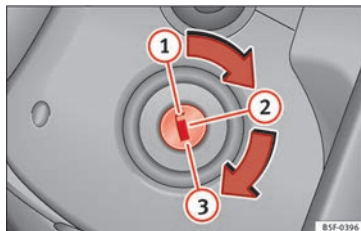

Fig. 156 Posiciones de la llave de contacto.
En esta posición » » » fig. 156 el encendido y el motor están desconectados, pudiéndose bloquear la dirección.
- Gire la llave de contacto hasta la posición » » » fig. 156 ②. El testigo ⚡ se encenderá en caso de precalentamiento del motor.
- En cuanto se apague el testigo, gire la llave de encendido a la posición ③ para poner en marcha el motor y no pise el acelerador.
» **fig. 156 ①**.